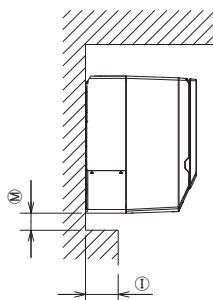

Fig. 2-2
- Ⓜ Fare riferimento alla Fig. 2-2.